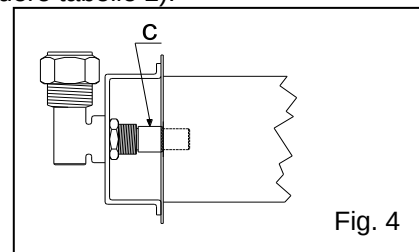

Fig. 4
5.1 Sostituzione dell'iniettore del bruciatore (Fig. 4)